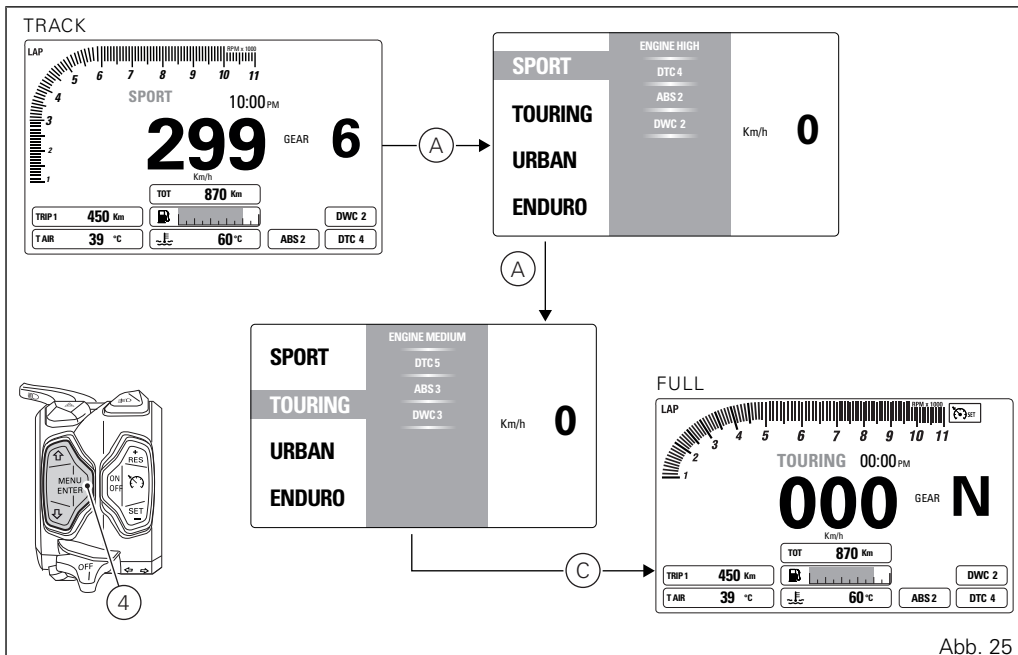

Abb. 25
Wurde der gewünschte Riding Mode (A, Abb. 25) markiert, muss er durch zwei Sekunden langes Drücken der Taste MENÜ BESTÄTIGEN (4) bestätigt werden: Der Wechsel des Riding Modes wird gespeichert und die Standard-Anzeige (C, Abb. 25) des gewählten Riding Modes wird aktiviert. Wurde der gewünschte Riding Mode markiert und die Taste MENÜ BESTÄTIGEN (4) nicht innerhalb von 5 Sekunden gedrückt, erfolgt kein Wechsel des Riding Modes und die Standard-Anzeige wird erneut aktiviert.